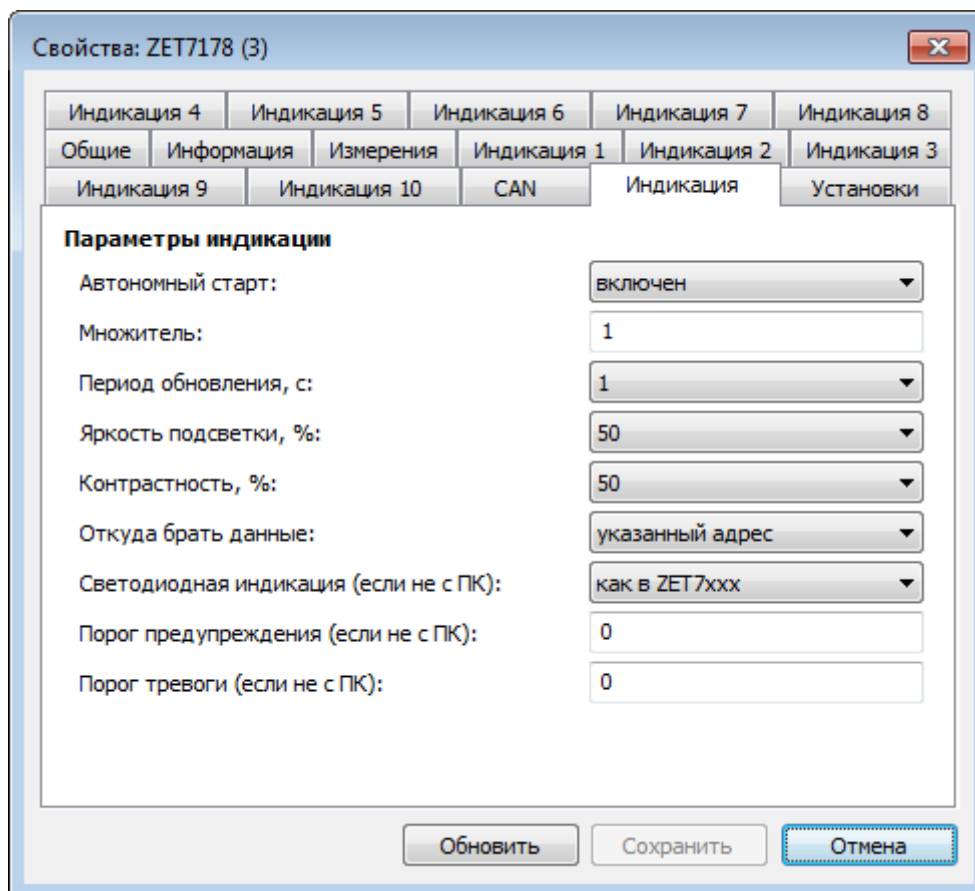

Рис. 2.11 Вкладка «Индикация»
5. Зайти во вкладку «Индикация» (Рис. 2.11), расположенную в меню «Свойства» цифрового индикатора ZET 7178.
При необходимости можно внести изменения в настройки отображения цифрового индикатора ZET 7178, для этого следует установить требуемые параметры в настройках вкладки «Индикация» (Рис. 2.11).